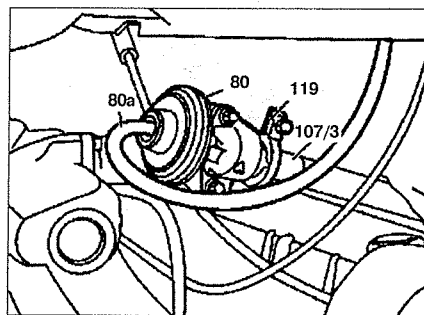

Рис. 4.49. Клапан рециркуляции отработавших газов.
1. Отсоедините вакуумную трубку 60а от клапана рециркуляции отработавших газов (см.рис.4.49).